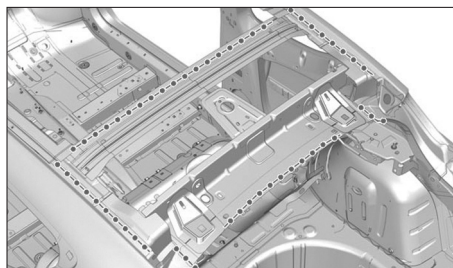

FIG. 139
- Préparer les zones d'accostage des pièces à assembler (Fig.139).